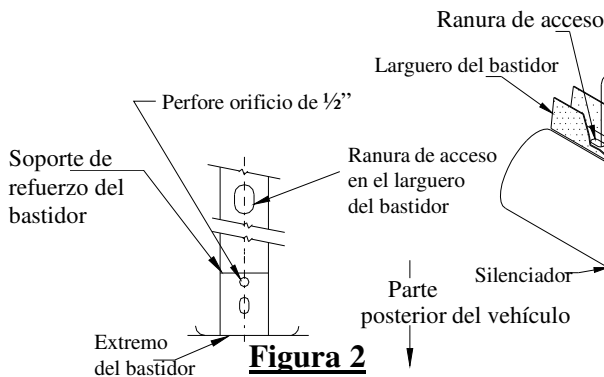

Figura 2
①	Cant. (4)	Perno de carruaje – 1/2-13 x 1.75	④	Cant. (2)	Arandela cónica – 1/2"
②	Cant. (4)	Espaciador – 1/4 x 1 x 3	⑤	Cant. (4)	Tuerca hexagonal – 1/2-13
③	Cant. (2)	Arandela de bloqueo – 1/2"
- Localice el orificio de 3/8" en el soporte de refuerzo del bastidor que está soldado al larguero del bastidor (ver Figura 2). Centre y perforo un orificio de 1/2" en el larguero del bastidor, agrandando el orificio de 3/8" en el soporte de refuerzo del bastidor a 1/2", en ambos lados.